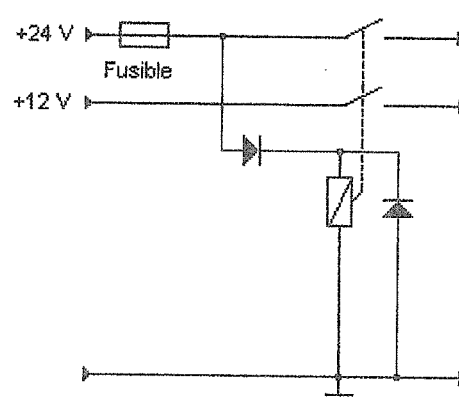

Fig. 5: Sécurité 24 V sans prise en compte du 12 V.
- on peut simplifier le montage en utilisant un relais 24 V, mais on ne surveillera pas le 12 V. On suppose alors qu'il est bien raccordé... Utile surtout en cas d'inversion des +12 et +24 V > Fig. 5.